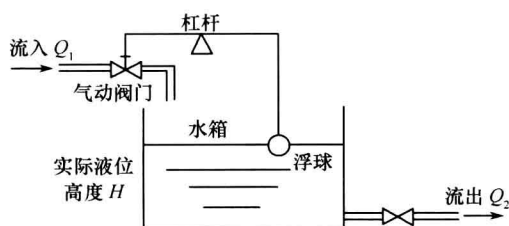

图 1-8
【1-23】(杭州电子科技大学 2008 年考研试题) 图 1-8 是一个自动液位控制系统。在任意情况下希望液面高度维持在 H_0 不变。(1) 指出该自动液位控制系统中的控制对象、控制器、执行器、测量元件、被控量和干扰量; (2) 画出系统的功能框图。